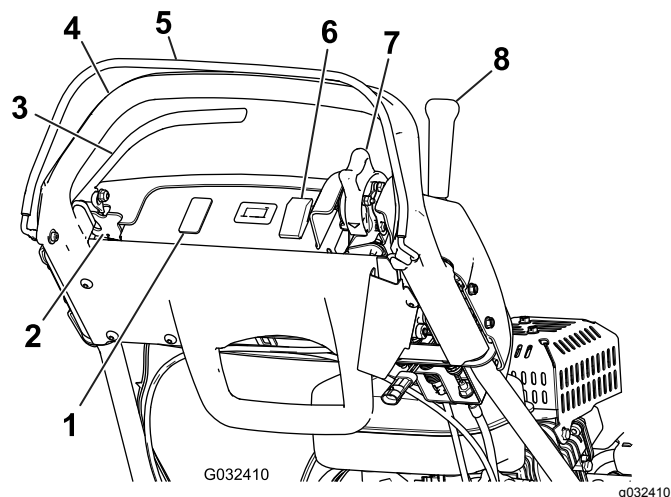
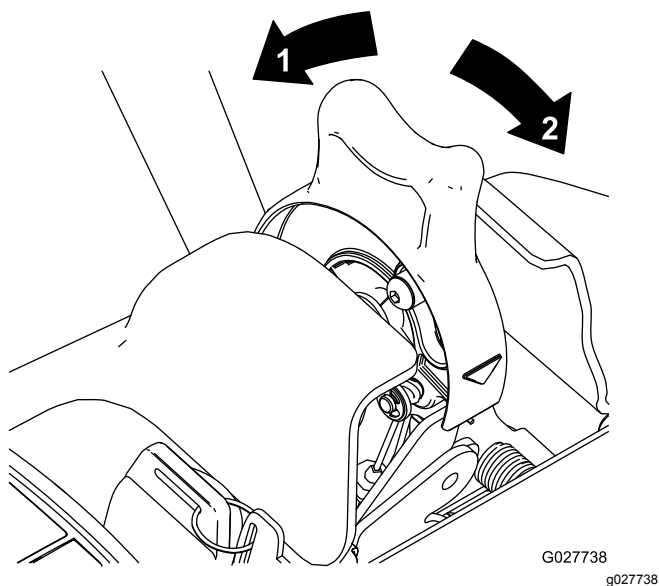

Рисунок 14
Рисунок 15
Регулятор дроссельной заслонки (Рисунок 14 и Рисунок 15) находится на задней правой стороне панели управления. Регулировка частоты вращения двигателя производится поворотом переключателя дроссельной заслонки.
Переключатель «Вкл./выкл.» (Рисунок 14) находится в верхней части панели управления. Переведите этот переключатель в положение «Вкл.» (ON), чтобы запустить двигатель, и в положение «Выкл.» (OFF), чтобы его заглушить.
Перед включением рычага тяги необходимо включить механизм контроля присутствия оператора (Рисунок 14). При отпуске механизма контроля присутствия оператора во время работы рычаг тяги переходит в нейтральное положение, но двигатель продолжает работать.